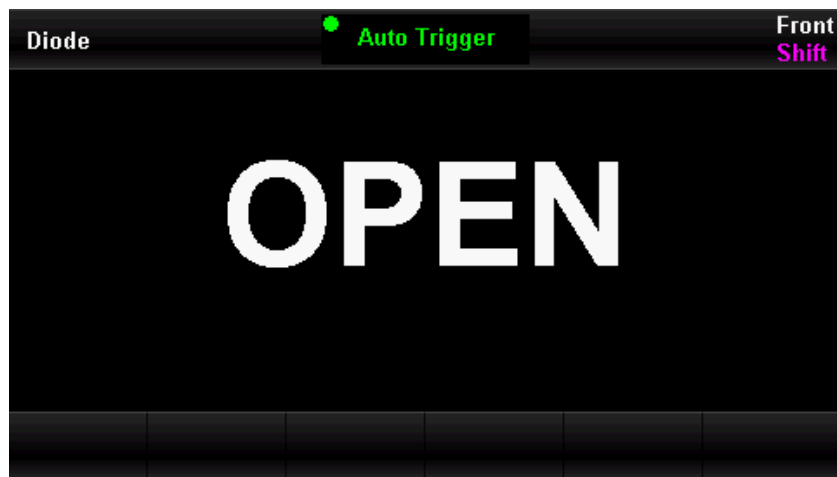

Abbildung 2-32 Menü zur Diodenmessung
1. Drücken Sie die Taste  auf dem Bedienfeld und anschließend die Taste , um das Diodenmessmenü aufzurufen, wie in Abbildung 2-32.